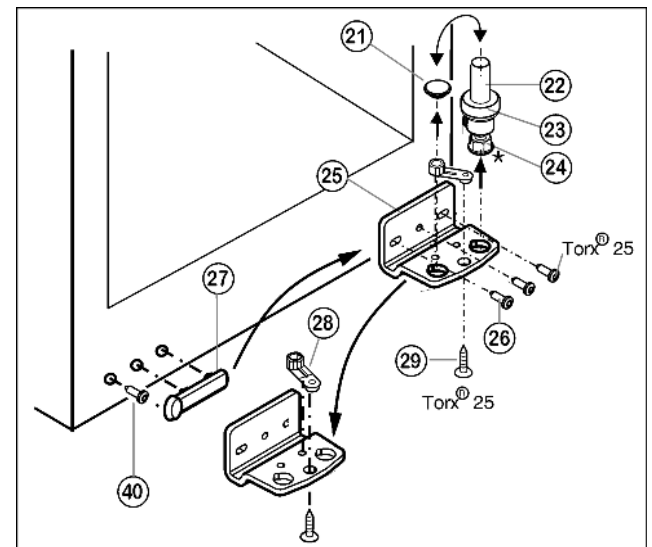

Fig. 5
- ▶ Vedä koko laakeritappi Fig. 5 (22) levyineen Fig. 5 (23) ja tukijalkoineen* Fig. 5 (24) irti ylöspäin vetäen.
- ▶ Kohota tulppa Fig. 5 (21) pois.
- ▶ Laakerinkannatin Fig. 5 (25) ruuvataan irti Fig. 5 (26).
- ▶ Saranaosa Fig. 5 (28) ruuvataan irti Fig. 5 (29) ja asetetaan vastakkaisella puolella laakerinkannattimen reikään sekä ruuvataan taas kiinni.
- ▶ Kohota kahvanpuoleinen suojus Fig. 5 (27) varovasti ylös, kierrä Fig. 5 (40) ruuvi irti ja vaihda molemmat vastakkaiselle puolelle.
- ▶ Ruuvaa uudella saranapuolella oleva laakerinkannatin kiinni Fig. 5 (25)(4 Nm) tarvittaessa akkuruuvinväännintä apuna käyttäen.
- ▶ Aseta tulppa Fig. 5 (21) jälleen toiseen reikään.
- ▶ Asenna koko laakeritappi *Fig. 5 (22)* levyineen ja tukijalkoihin* taas paikalleen. Katso tällöin, että lukitusnokka osoittaa taaksepäin.
- ▶ Irrota tulpat (33) oven saranaholkeista ja vaihda vastakkaiselle puolelle.
- ▶ Ovenkahva (32), tulpat (33) ja paininlevyt* (34) irrotetaan ja vaihdetaan toiselle puolelle.
- ▶ Aseta ovi ylhäältä käsin alempaan laakeritappiin *Fig. 5 (22)*.
- ▶ Aseta ylempi laakerinkannatin (12) oveen uudelle saranapuolelle.
- ▶ Ruuvaa ylin laakerinkannatin (12) kiinni (4 Nm) (2 x Torx® 25) (13). Tarvittaessa merkitse ruuvireiät pistepuikolla tai käytä akkuruvinväännintä.
- ▶ Kiinnitä kansi (10) ja kansi (11) paikalleen vastakkaiselle puolelle.
- ▶ Säädä oven asento samansuuntaiseksi laitteen seinän kanssa molempien pitkittäisreikien avulla, jotka ovat alemmassa laakerinkannattimessa *Fig. 5 (25)*. Tätä varten ruuvaa keskimäinen ruuvi irti.